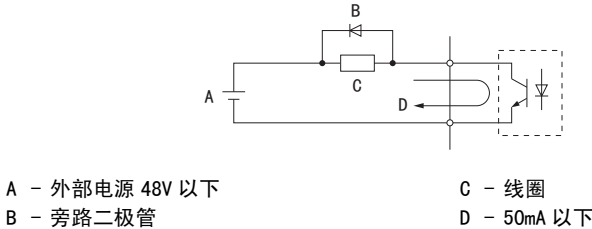

图 27 旁路二极管的连接
- <2> 驱动继电器线圈等电抗负载时，请务必如图 27 所示，插入旁路二极管。请选择额定值高于回路电压的旁路二极管。